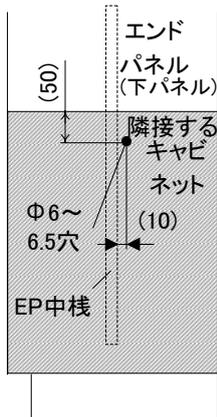

図12-16
- ①隣接するキャビネットで隠れる箇所にφ6~6.5の穴を加工してください。(図12-16)
- ②加工した穴にシリコンで防錆処理を施してください。
- ③加工した穴からネジ(皿タッピンネジ3.5×25)を打って、パネルの反りを矯正してください。